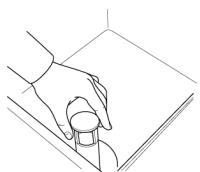

Fig.12
- Aprire la porta e verificare che tutti i componenti interni, incluso il troppopieno, siano nella giusta sede. (Fig.12).